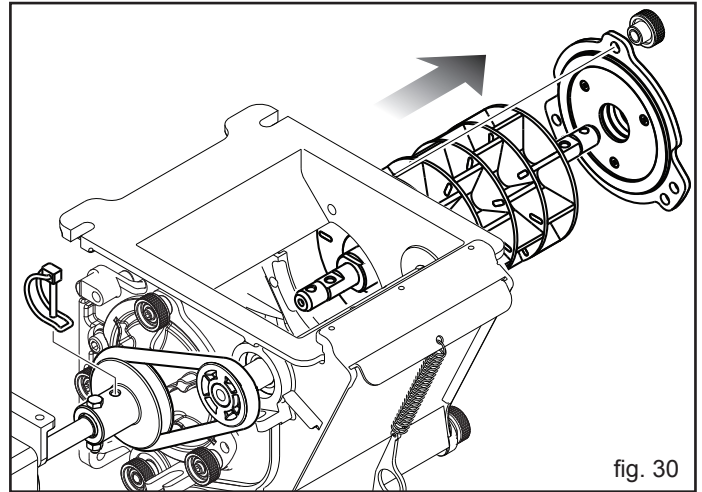

fig. 30
- 2) Handrad weit loesen oder ganz abschrauben (Fig. 30).